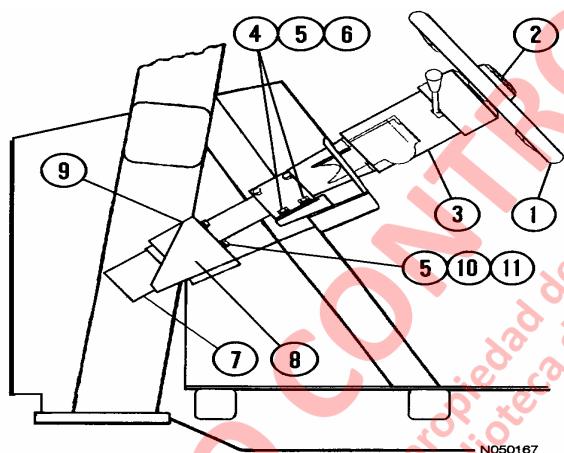

FIGURA 5-1. UNIDAD DE CONTROL DE LA DIRECCION
4. Saque los cuatro pernos de montaje (10, Figura 5-1), las golillas planas y golillas de seguridad. Saque la unidad de control de la dirección (7).
2. Ponga la unidad de control de la dirección en posición y alinee con las ranuras del eje de la columna de la dirección. Asegure la unidad de control de la dirección en su lugar usando cuatro pernos de montaje (10, Figura 5-1), golillas planas y golillas de seguridad.